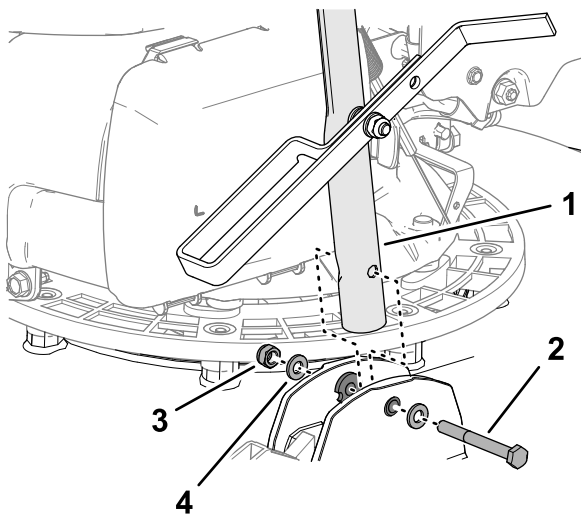

Рисунок 7
3. Совместите отверстие в рукоятке с отверстиями во втулках (Рисунок 7) и прикрепите рукоятку к машине с помощью болта (6 x 55 мм), двух шайб (6 мм) и контргайки (6 мм).